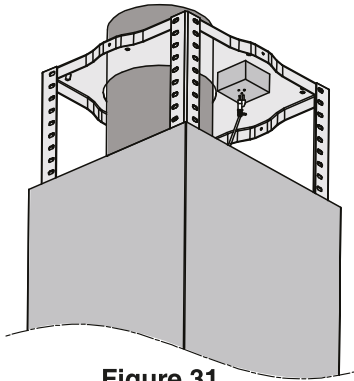

Figure 31
- Raccorder le conduit à la sortie (voir la figure 31).
- Brancher la fiche sur la prise (voir la figure 31).